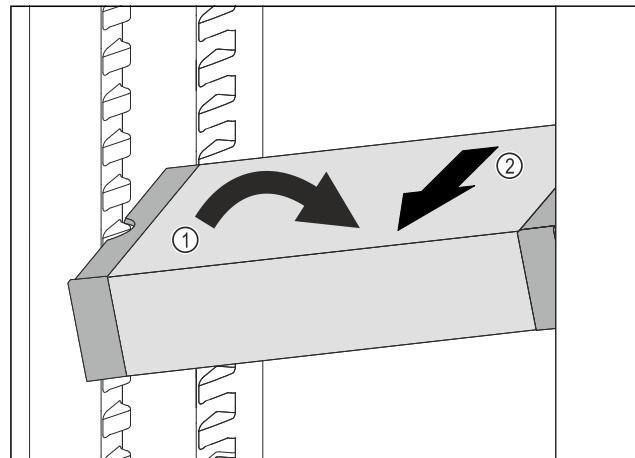

Fig. 117
- ▶ Poziționați oblic VarioSafe în frigider. Fig. 117 (1)
- ▶ Extragăti VarioSafe spre înainte. Fig. 117 (2)